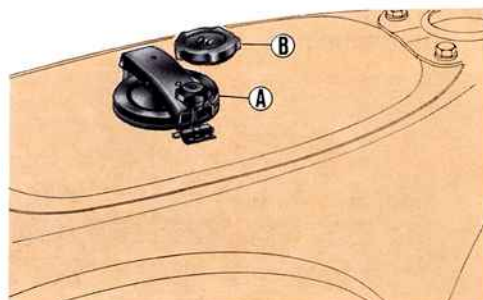

Fig. 27 - Serbatoio benzina - Serbatoio olio.
N. B. - Prima di mettere in servizio il veicolo verificare che i serbatoi «A - benzina» e «B - olio» (fig. 27) siano riforniti.
Il rifornimento del serbatoio per la benzina **non deve essere effettuato** con miscela benzina - olio ma con benzina pura del tipo normale per auto-veicoli (ved. fig. 27 «A»).
Il serbatoio dell'olio (ved. fig. 27 «B») deve essere riempito con olio **Esso 2-T MOTOR OIL 40**.